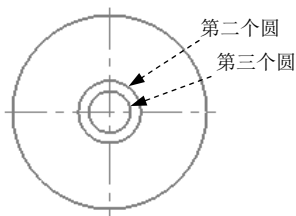

图 3.15.7 绘制第二个圆和第三个圆
(6) 参照步骤(4)绘制图 3.15.7 所示的第二个圆和第三个圆。两圆心均位于两条中心线的交点，第二个圆的直径为 60，第三个圆的直径为 40。
(7) 单击 按钮，完成三个圆的绘制。